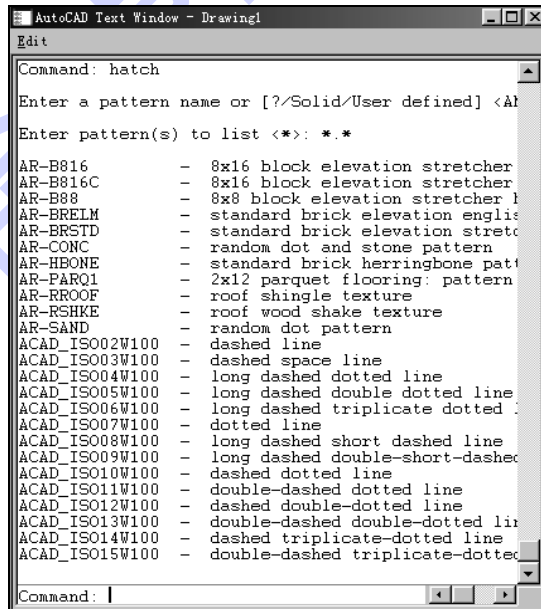

图 9-17 标准图案文件中的图案填充样式以及说明
(1) ?。执行该选项时,AutoCAD 切换到文本窗口,列出标准图案文件中所具有的图案名以及对这些图案的说明,如图 9-17 所示。